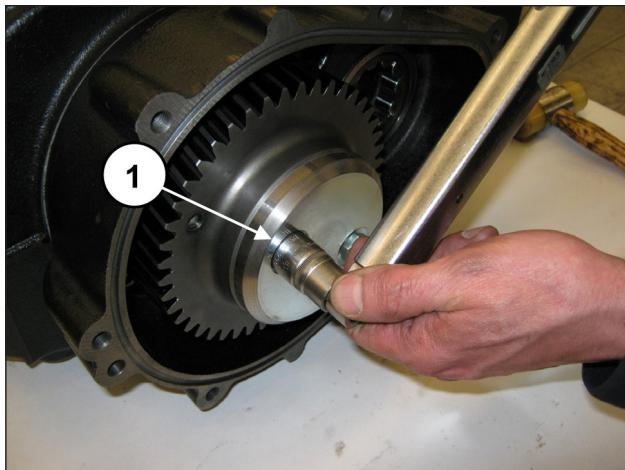

Fig. 79
Serrer les vis à l'aide d'une clé dynamométrique, en suivant les explications du chapitre 3 (rep. ①, Fig. 79).